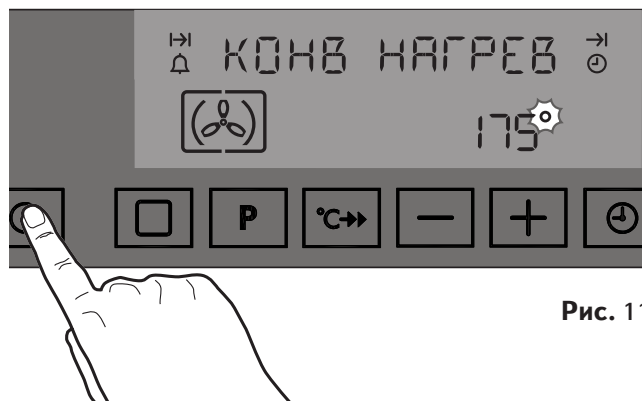

Рис. 11
2. С помощью клавиши “Функция приготовления”  выберите нужный режим работы духовки. При каждом касании клавиши  в нижней части дисплея появляются различные символы режимов приготовления, а в верхней части дисплея - название соответствующего этому символу режима. В нижней части дисплея высвечивается предустановленная для каждого режима температура, а символ “●” мигает с правой стороны (Рис. 11).